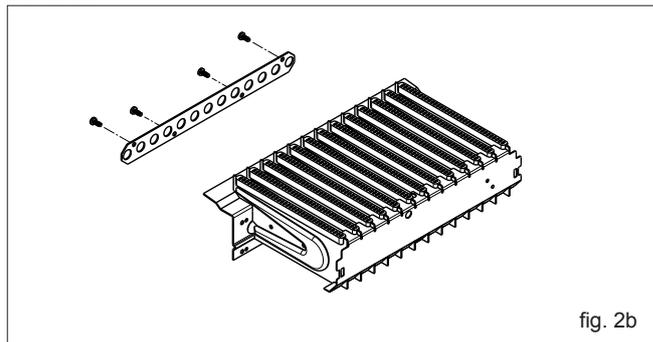

fig. 2b
- se trattasi di trasformazione da gas metano o aria propanata a GPL, fissare la flangia bruciatore contenuta nel kit utilizzando le relative viti (fig. 2b)
- se trattasi di trasformazione da gas GPL a metano o a aria propanata, rimuovere la flangia bruciatore (fig. 2b)